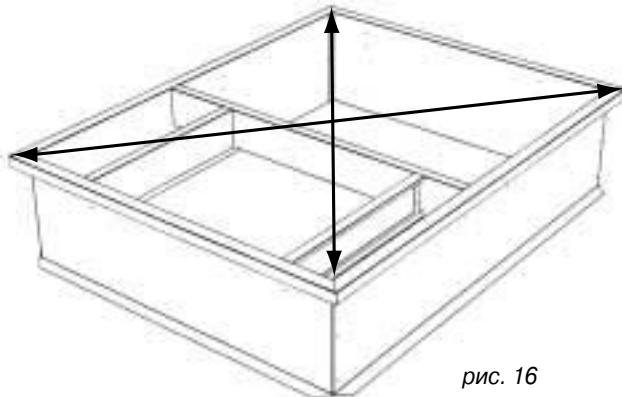

рис. 16
- Измерьте диагонали рамы, как показано на рис. 16.